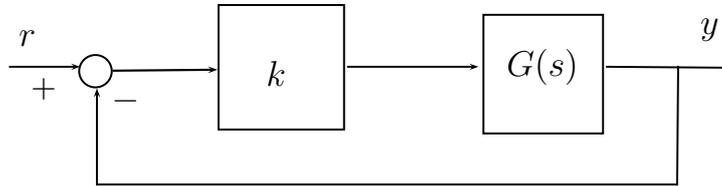

Figura 6: Studio tramite il luogo delle radici.
1. il sistema a ciclo chiuso descritto in figura 6 risulta asintoticamente stabile  $\forall k > 0$ ;
3. per opportuni valori della costante di guadagno  $k$  alcuni dei poli a ciclo chiuso del sistema di figura 6 hanno espressione  $x \pm j1$ ,  $x \in \mathbb{R}$ ;